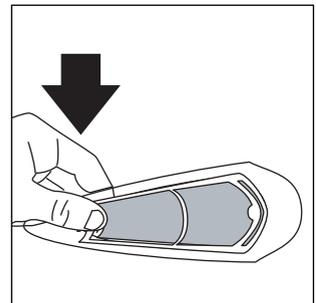

Abb. 17
- 2) Den unteren Teil des Rahmens am unteren Teil des Gitters andrücken (Abb. 17).